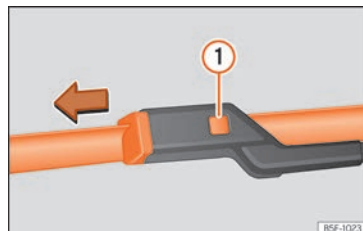

Fig. 51 Cambio de las escobillas del limpiaparabrisas.
- Mantenga presionada la tecla de desbloqueo » » » **fig. 51** ❶ tirando ligeramente de la escobilla en el sentido de la flecha.